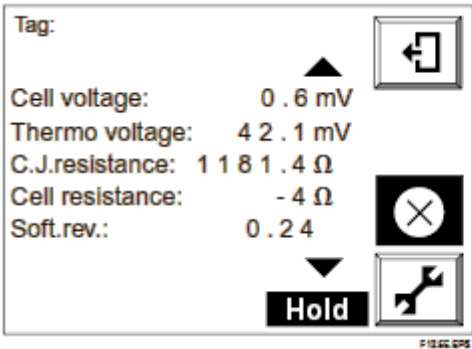

图 12.5 详细数据显示
- (1) 确定下列项目并再次校正: 如果这些项目没在正确的状态内, 修正之。
- (2) 如果执行再次校正没有报警发生, 怀疑是不正确的校正条件是造成前面校正时报警的原因。这种情况下, 没有必要采取特别恢复措施。
- (3) 如果执行再次校正仍有报警发生, 传感器设备的恶化或损坏可能是造成报警的原因。必须用一个新的铅池更换它。然而, 在更换前, 执行下列操作:
- b. 按▼键一次时, 铅池的电压应该显示在顶端 (图 12.5)。